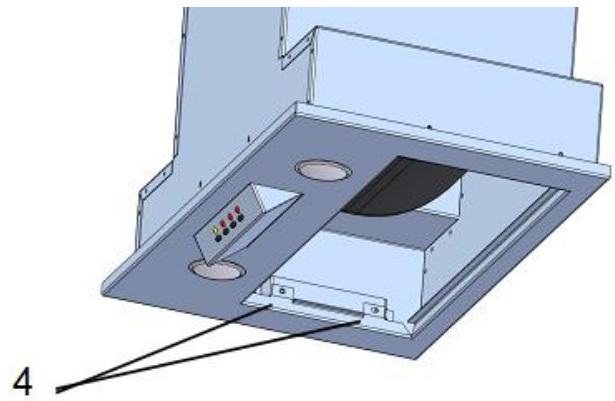

Fig. 4b
- Dévissez les 4 vis situées à l'intérieur (4) (Fig. 4b) et retirez la face inférieure du corps de la hotte.